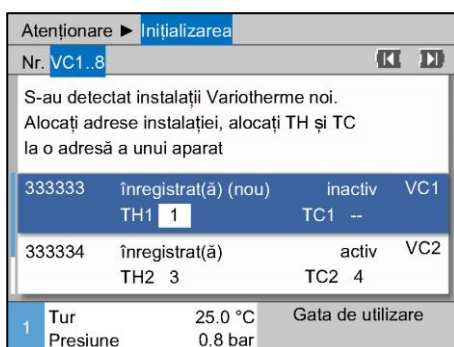

Fig. 24: Alocarea adresei TH
3. Navigați pe adresa pentru TH cu tasta și alocăți o adresă înregistrată. (→ Fig. 24 ex. alocăți Adresa 1 la TH1).